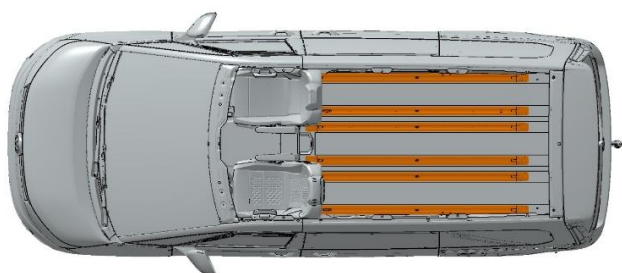

Fig. 1 : Multivan pour carrossier-transformateur (numéro PR Z3J), vue de dessus sans toit relevable
- revêtement de plancher avec rails en option (1)
(1) L'équipement supplémentaire avec le numéro PR P3J est disponible en option. Avec ce pack, le revêtement de plancher numéro PR « 5BG » avec moquette en velours renforcée et système à 6 rails de siège (voir figure 1 ci-dessous) est également monté dans le compartiment passagers. Le revêtement de plancher est une pièce identique à celle utilisée dans le modèle Multivan.